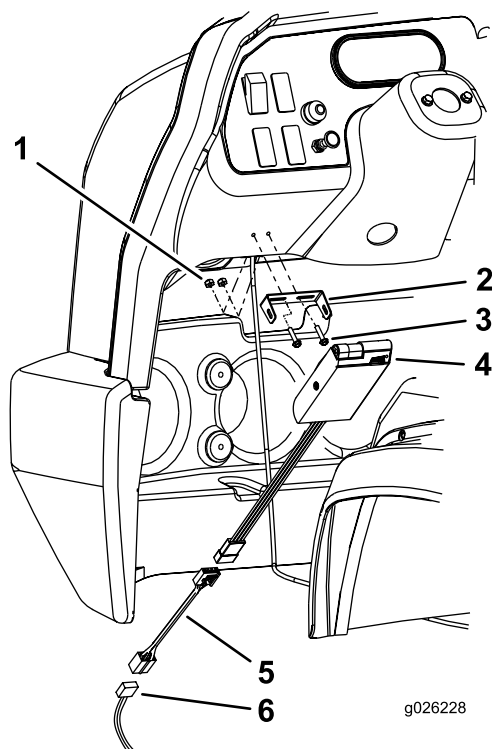

Figura 1
1. Usando el soporte del controlador como plantilla, localice, marque y perforo dos taladros de 4,8 mm de diámetro en el centro de la zona plana del salpicadero, en el lado izquierdo de la columna de dirección, según se muestra en Figura 1.
2. Monte el controlador de frenos en el salpicadero con los 2 tornillos (10-24 x 7/8 pulgada) y las contratuercas suministrados (Figura 1).